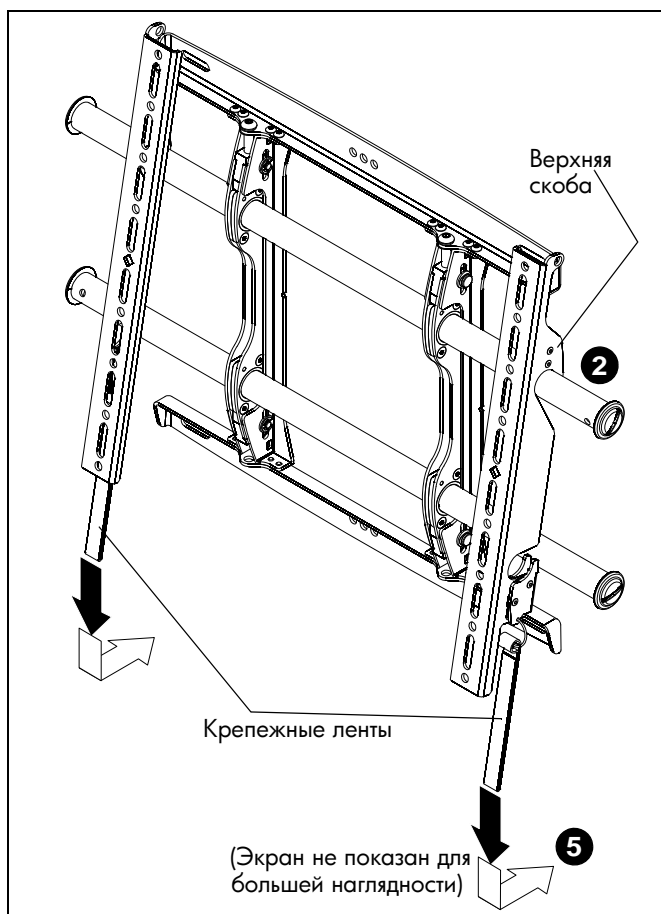

рис. 9
2. Повесьте верхние скобы соединительных кронштейнов на верхнюю рейку системы крепления. (См. рис. 9)
5. Потяните крепежные ленты вниз и заверните их к стене – таким образом вы прикрепите соединительные кронштейны к нижней рейке и зафиксируете нижний край экрана в системе крепления. (См. рис. 9)